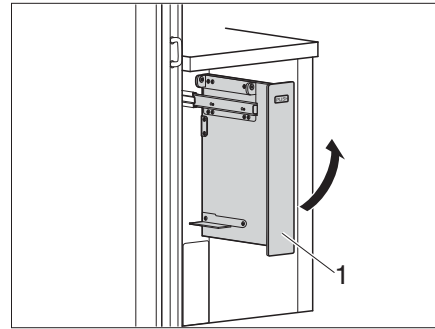

Bild 122 Verbreiterung nach oben schwenken
- Verbreiterung (Bild 122,1) nach oben schwenken.
- Verbreiterung (Bild 122,1) nach unten schwenken.